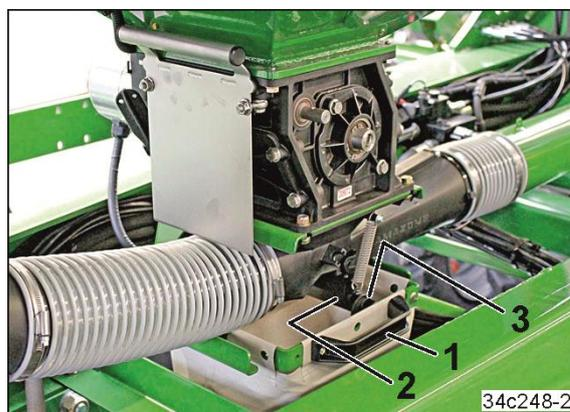

Fig. 236
2. Den Auffangbeutel (Fig. 236/1) unter den Dosierer schieben.
3. Die Verschlussklappe (Fig. 236/2) der Injektorschleuse öffnen.
4. Der Griff (Fig. 236/3) dient zum Betätigen der Verschlussklappe.